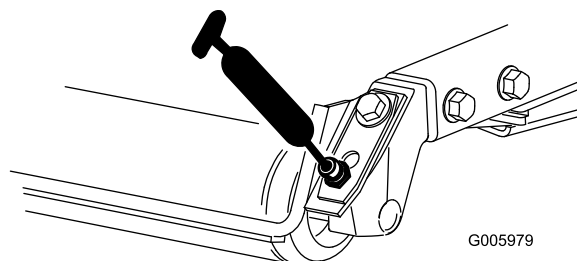

Figure 26
- Roulements de rouleau arrière (2 par tablier de coupe) (Figure 26)